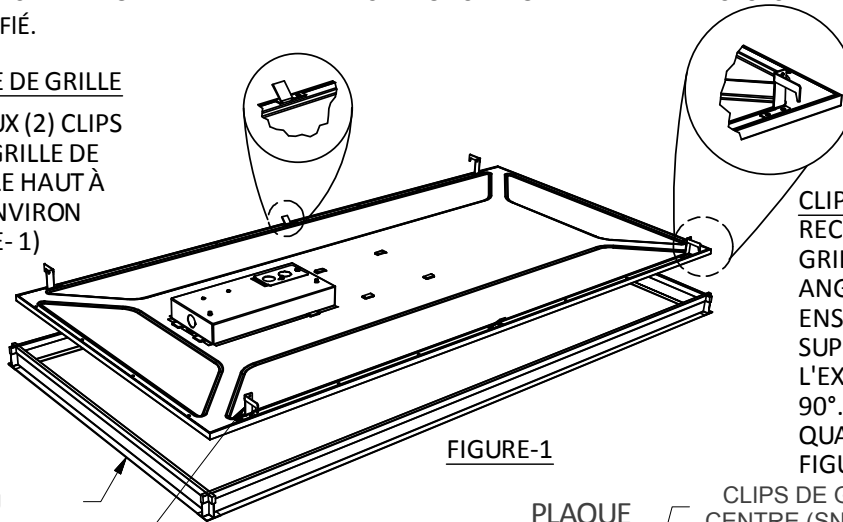

FIGURE-1
UP APPROX. 135° (SEE FIGURE-1)
ALL FOUR CORNERS. (SEE FIGURE-1)
RECOURBER DEUX (2) CLIPS DE CENTRE DE GRILLE DE PLAFOND VERS LE HAUT À UN ANGLE D'ENVIRON 135 (VOIR FIGURE-1)